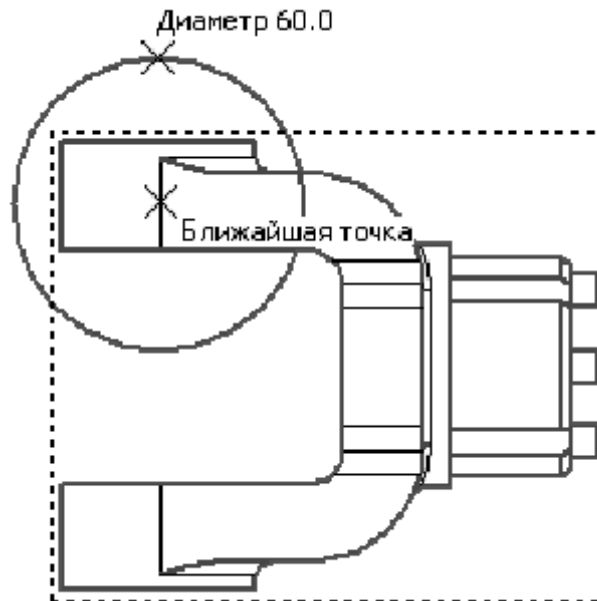

Рисунок 67.
2. Постройте окружность на верхней проушине в том месте, где необходимо получить местный разрез (рис. 67).